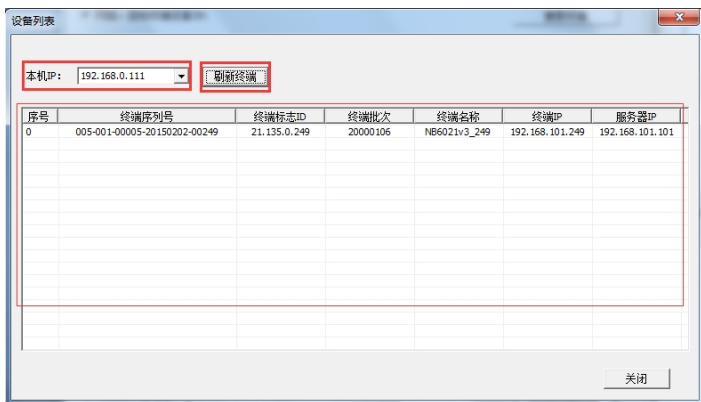

图3.5 设备列表
- 4) 在“设备列表”界面，选择与终端处于同一局域网的本机IP地址，点击“刷新终端”，搜索网络中的终端（如图3.5所示，搜索到的终端将在设备列表中显示）。